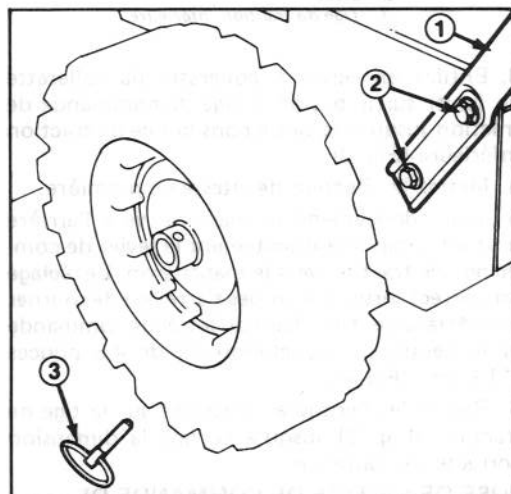

Figure 1
2. Mettez le mancheron gauche en position sur le côté de la machine, alignez les trous de montage du mancheron avec les trous de la plaque latérale et fixez à l'aide de deux vis à tête et rondelles pyramidales que vous serrerez avec les doigts (Fig. 1). Répétez l'opération sur le côté droit. Assurez-vous que les deux mancherons se trouvent bien à la même hauteur (parallèles) avant de serrer les vis des mancherons des deux côtés de la machine.
Remarque: la goupille de retenue de la roue peut être retirée et la roue déplacée vers le bout de l'essieu pour obtenir un plus grand dégagement (Fig. 1).